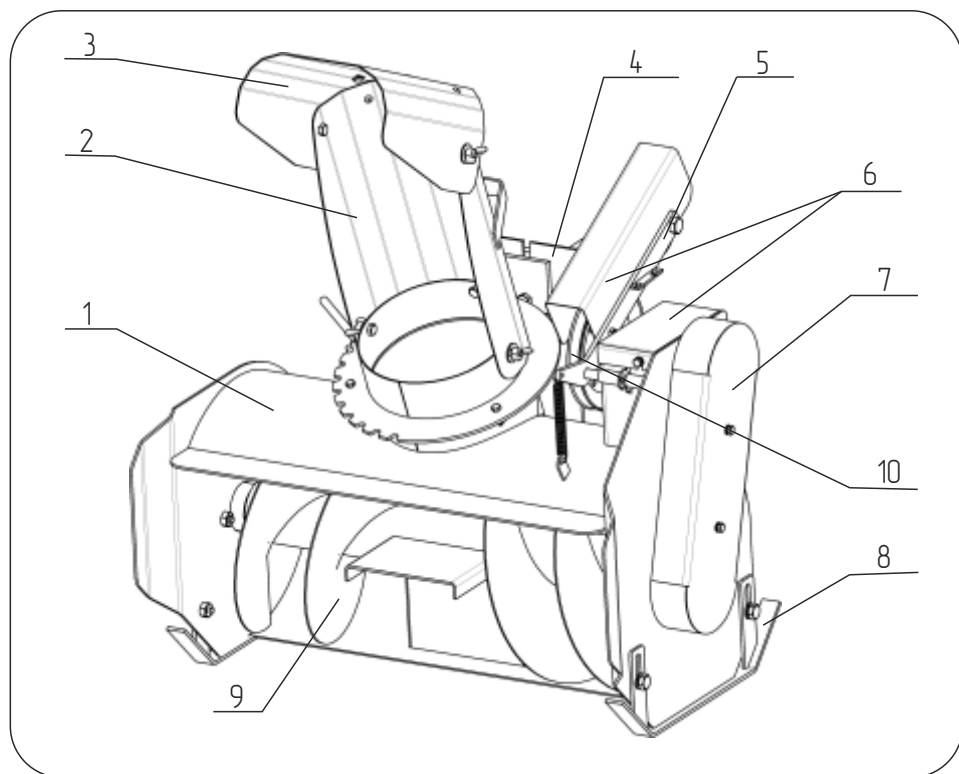
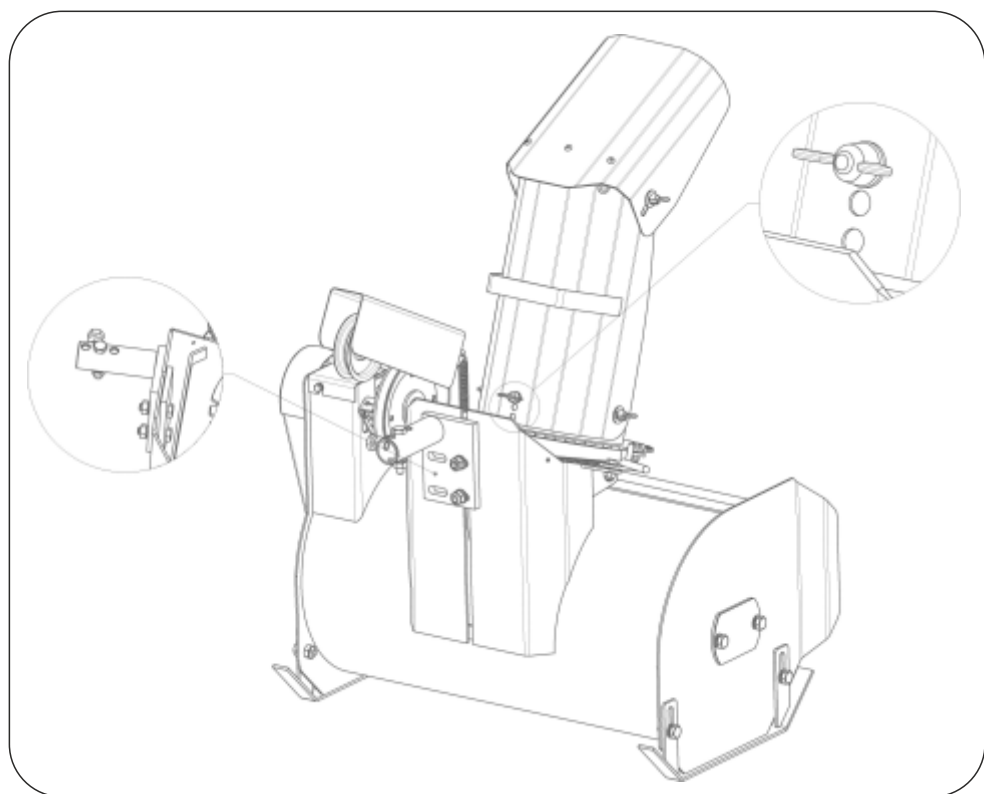
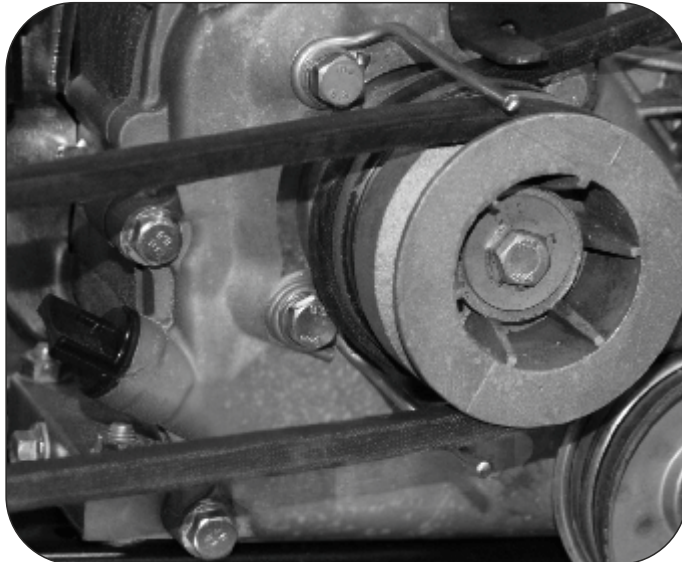
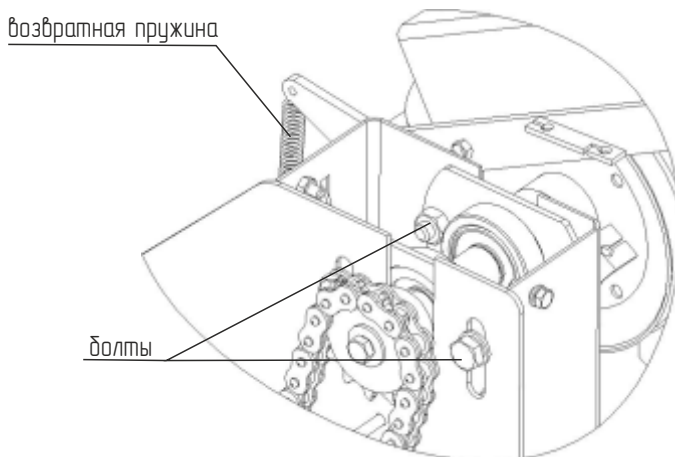

Рис. 1 Снегоуборочная приставка к мотоблоку (общий вид)
Рис. 2 Снегоуборочная приставка к мотоблоку (вид сзади)
Рис. 3 Установка успокоителей ремня.
Рис. 4 Натяжной механизм
Приставка состоит из следующих основных частей (рис.1):
- Установите разгрузочный желоб (2) (рис.1) на шпильки поворотного основания в одно из трех положений по углу наклона. Зафиксируйте при помощи шайб 8, шайб гроверных 8 и гаек барашковых М8.
- Установите дефлектор (3) в рабочее положение на болты желоба (2). Зафиксируйте при помощи шайб 8, шайб гроверных 8 и гаек барашковых М8.
- Установите сцепное устройство, как показано на рис. 2. Зафиксируйте болтами М10х40 с шайбами 10 и шайбами гроверными 10.
- Установите натяжной механизм (5) в сборе с защитой на корпус (рис 1.), зафиксируйте шайбой 12 и шплинтом. Установите возвратную пружину, зацепив один край за отверстие на натяжителе, второй за кронштейн расположенный на корпусе приставки.
- Наденьте клиновой ремень на шкив мотоблока и приставки. Ослабьте болты сцепного устройства, (рис. 2), отрегулируйте высоту приставки и соосность шкива отбора мощности мотоблока с ведомым шкивом приставки. Затяните болты сцепного устройства.
- Проверьте натяжку и смазку цепи для этого, снимите кожух (7) цепного привода.
- Установите успокоители ремня (рис. 3) при помощи болтов М8х20, шайб 8 и шайб граверных 8. Отрегулируйте их таким образом, чтобы при натянутом ремне зазор между ремнем и успокоителем был 1÷2 мм. Затяните болты.
- Отрегулируйте наклон дефлектора (3) на нужный угол (чем больше угол раскрытия тем выше выбрасывается снег) и зафиксируйте барашковыми гайками. При необходимости можете увеличить угол наклона желоба (2) при помощи отверстий на задней части (рис.2).
- Настройте высоту захвата снега при помощи лыж (8). Поместите под нож брусок толщиной равной желаемой высоте над землей. Ослабьте болты крепления лыж (8) с обеих сторон, сдвиньте лыжи до соприкосновения с землей. Затяните болты, следя за тем, чтобы лыжи касались поверхности земли всей плоскостью. Для уборки асфальтированных дорожек рекомендуется установить высоту лыж в минимальное положение. Для уборки незнакомой пересеченной местности рекомендуется установить высоту лыж в максимальное положение.
- В случае лязганья цепи, произведите её натяжку, для этого снимите кожух цепного привода (6) защитный кожух (7) (рис. 1), ослабьте болты обойм (рис.4) и равномерно с обеих сторон сдвиньте вал цепи вверх. Провисание цепи должно составлять 10-15 мм.